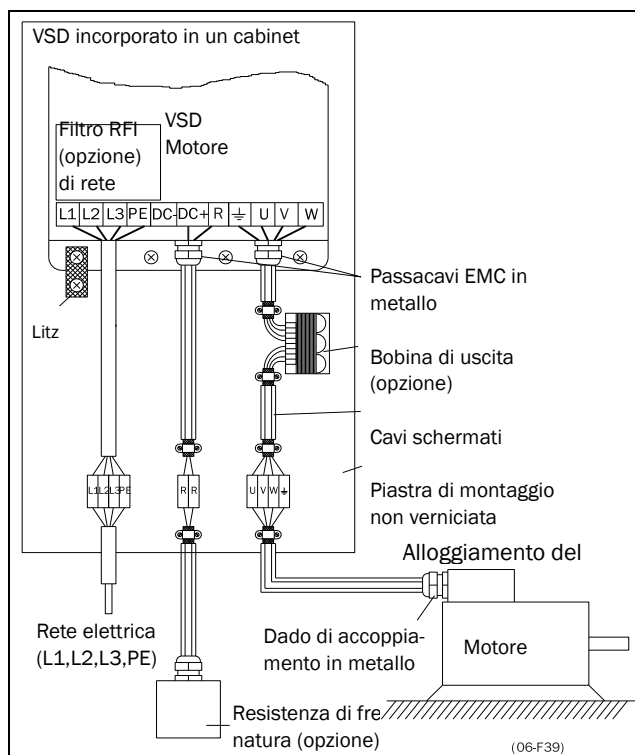

Fig. 23 Variatore di velocità in un cabinet su piastra di montaggio
- Il collegamento di terra litz, vedere la fig. 23, è necessario solo se la piastra di montaggio è verniciata. Tutti i variatori di velocità hanno la parte posteriore non verniciata e
- Il collegamento di terra litz, vedere la fig. 23, è necessario solo se la piastra di montaggio è verniciata. Tutti i varia-
Se i cavi del motore devono essere interrotti da interruttori di manutenzione, bobine di uscita e altro, è necessario che la schermatura non venga interrotta utilizzando alloggiamento in metallo, piastre di montaggio metalliche e così via, come illustrato nella Fig. 23.
- Se l'inverter è montato in un cabinet standard, i cavi interni devono essere conformi alla norma EMC. La Fig. 23 mostra un esempio di VSD incorporato in un cabinet.